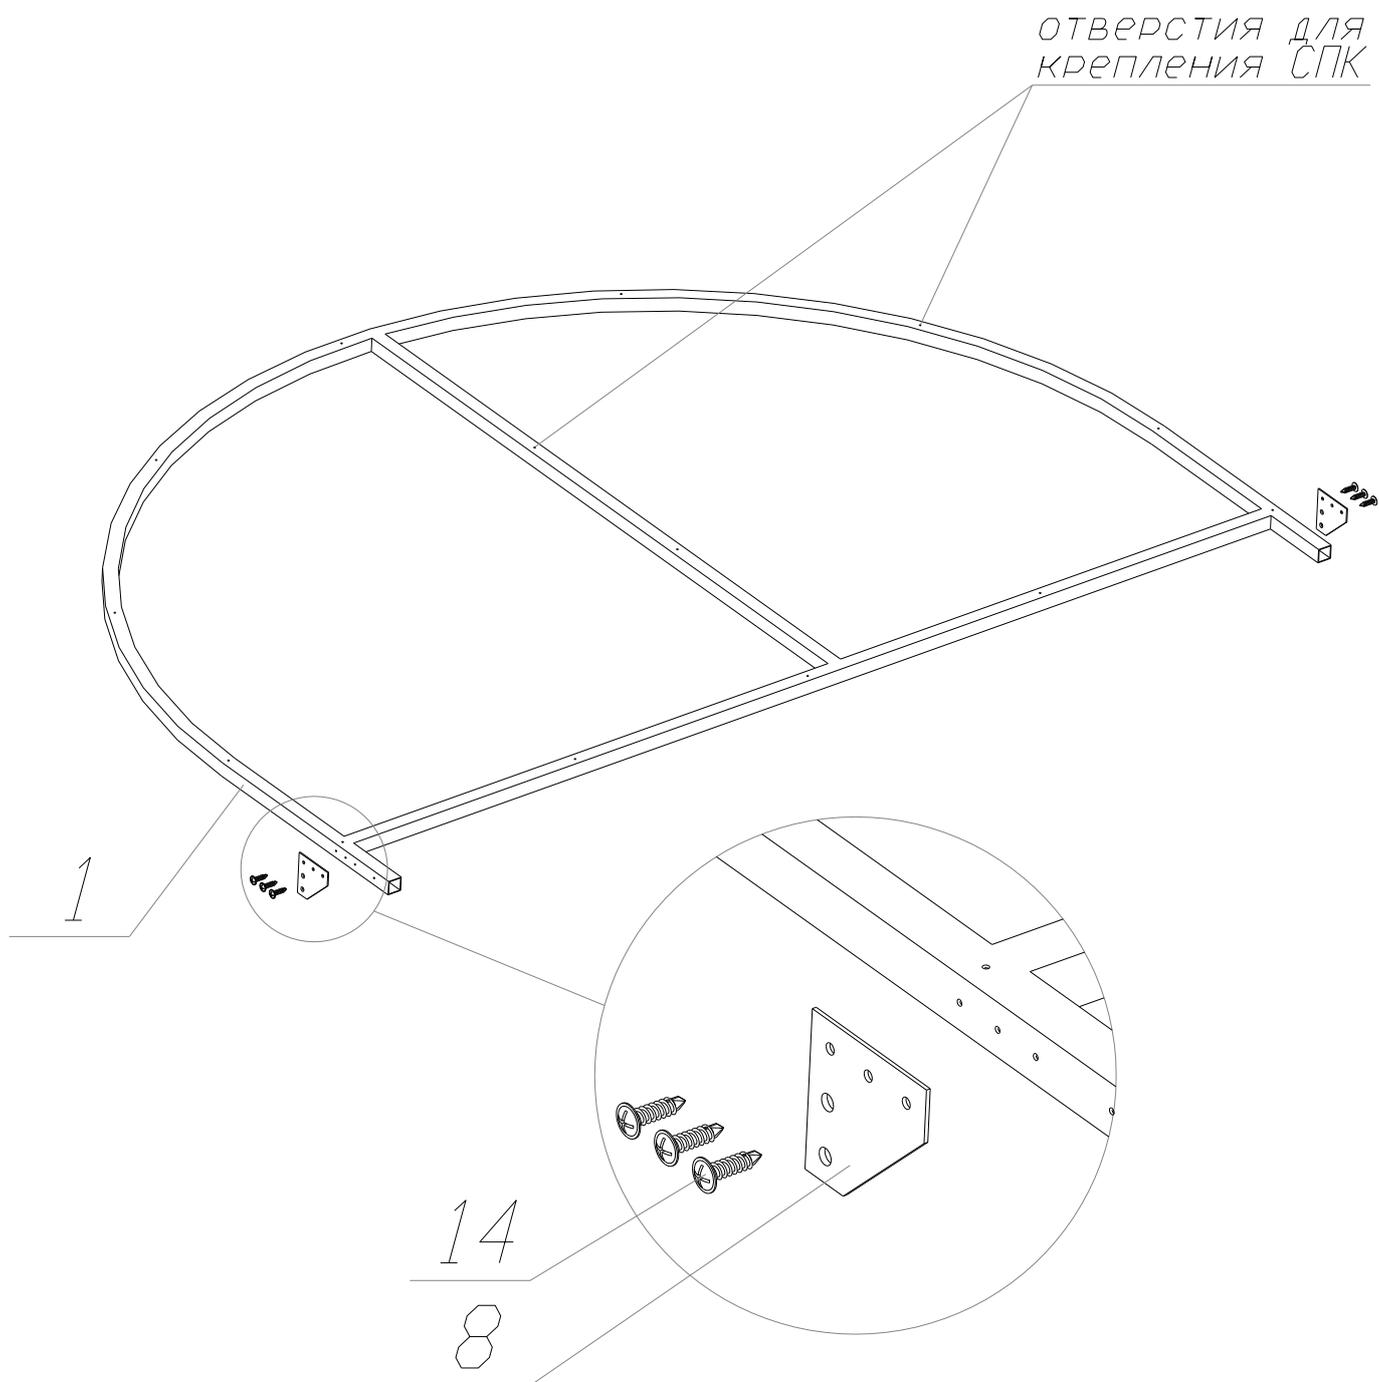

Рис. 3.1
3.1. Прикрепите крепежные пластины к торцевым дугам. Соблюдайте ориентацию крепежных пластин, как показано на рис. 3.1 - отверстия для крепления сотового поликарбоната (СПК) ориентированы вверх, а крепежные пластины вниз.